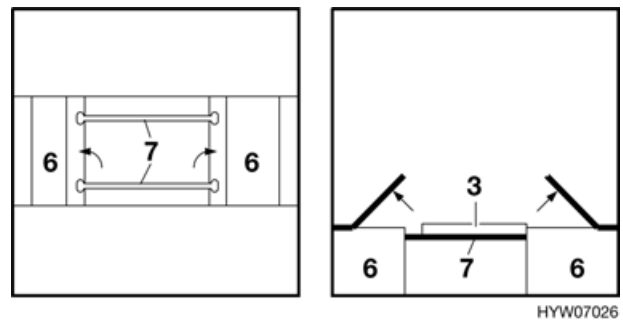

Bild 53 Während des Umbaus
- Beide Bettkastenklappen anheben und die beiden Bettstangen (Bild 53,7) quer zwischen die beiden Bettkästen in die jeweiligen Nuten einlegen. Bettkastenklappen schließen.
- Tischplatte (Bild 53,3) auf die beiden Bettstangen legen.